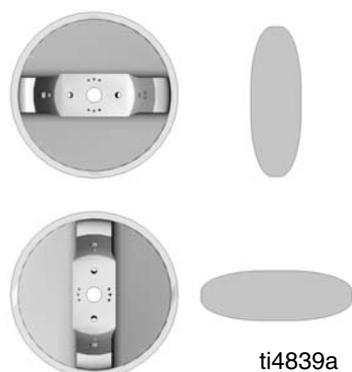

FIG. 2
1. Faire tourner le chapeau d'air pour réaliser la forme de jet souhaitée. Voir la FIG. 2.